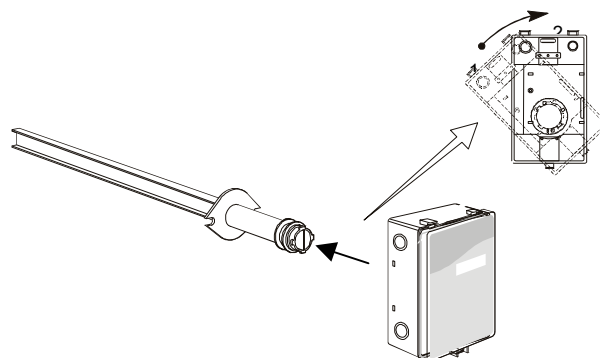

图 5 主体安装
- ① 主体部分能通过嵌入式安装到取样探头上。将主体与探头的缺口对应塞进后，按照顺时针方向旋转到转不动时为止(图5)。